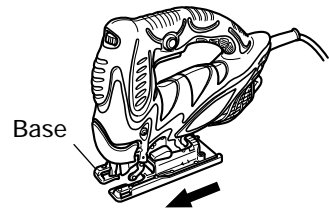

Fig. 11
- (2) Mueva la base completamente hacia adelante (Fig. 11), y vuelva a apretar el perno de la base.